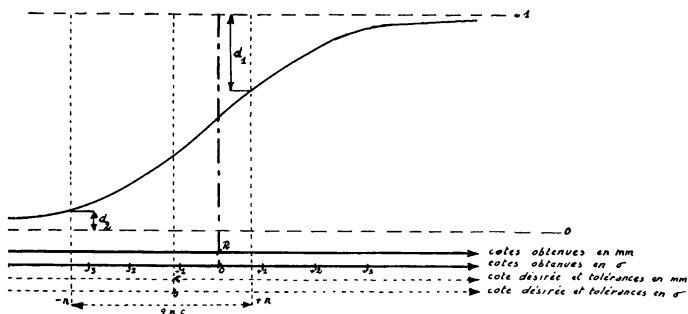

Fig. 2
- Le schéma peut être transformé en utilisant le principe des probabilités totales (figure 2).